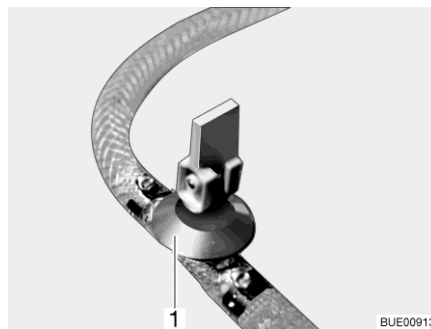
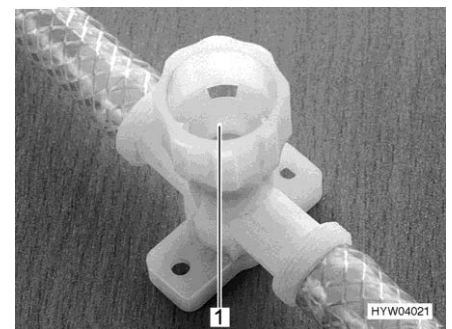

Fig. 250 Llave de desagüe (con balancín)
Fig. 251 Llave de desagüe (con tapa giratoria)
- Cerrar todas las llaves de desagüe. Para esto, poner el balancín de la llave de desagüe (Fig. 250,1) en posición horizontal o girar la tapa de la llave de desagüe (Fig. 251,1) en el sentido de las agujas del reloj.